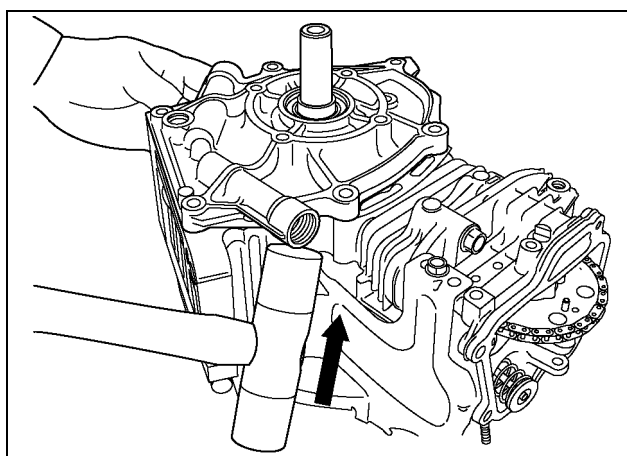

Рис. 5-16
| 21 | Крышка главного подшипника | (1) Извлеките с корпуса двигателя болты фланца крепления крышки главного подшипника. Слегка постукивая вокруг крышки главного подшипника пластмассовой киянкой или аналогичным инструментом снимите крышку. (См. рис. 5-16) Следите за тем, чтобы не повредить указатель уровня масла, уплотнения и не ослабить сопряжения труб. | Гаечный ключ на 12 мм М8 х 35 мм: 6 шт. (модели EX13, 17 и 21) М8 х 35 мм: 7 шт. (модель EX27) |